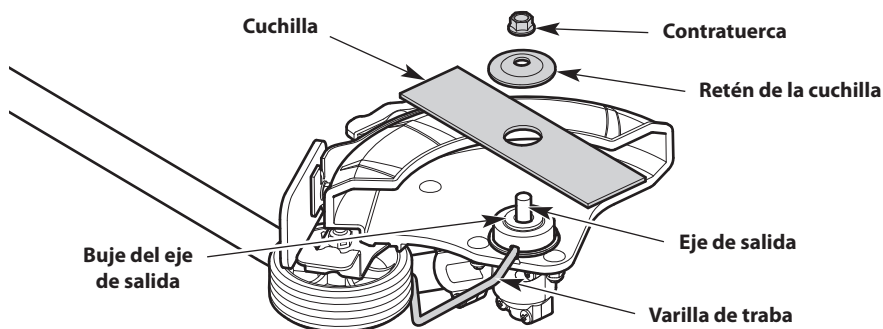

Fig. 10
4. Quite la varilla de traba. Quite la contratuerca, el retenedor de la cuchilla y la cuchilla (Fig. 10). Guarde la contratuerca y el retén de la cuchilla para instalar la nueva cuchilla.
1. Baje la nueva cuchilla sobre el buje del eje de salida (Fig. 10). Verifique que la cuchilla esté plana contra el buje del eje de salida.
2. Coloque la retención de la cuchilla sobre el eje de salida con la superficie plana contra la cuchilla (Fig. 10).
3. Atornille la tuerca sobre el eje de salida (Fig. 10).